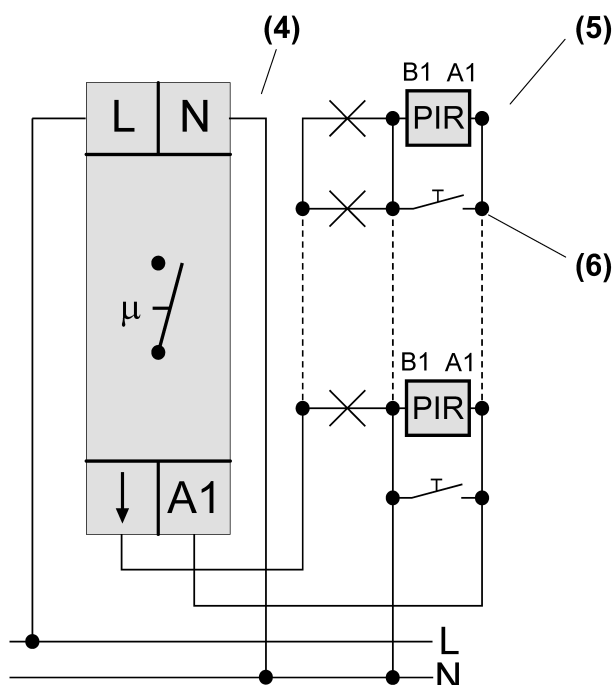
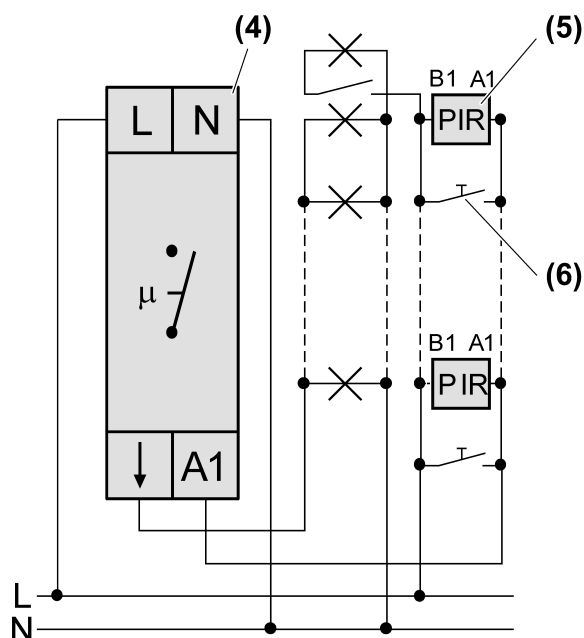
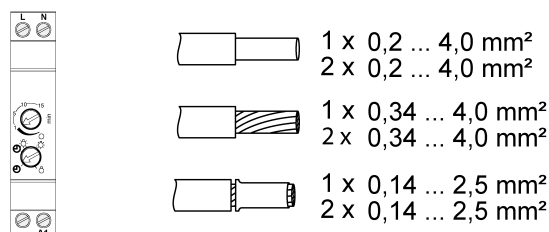
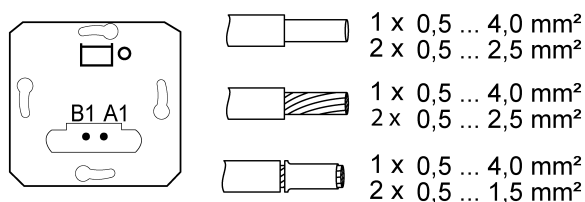

Figure 2: Schéma de raccordement circuit à 3 conducteurs
Figure 3: Schéma de raccordement circuit à 4 conducteurs
Figure 4: Section de conducteur serrable pour automate REG
Figure 5: Section de conducteur serrable pour mécanisme d'impulsions
L'automate REG peut être utilisé pour un circuit à 3 conducteurs (figure 2) ou un circuit à 4 conducteurs (figure 3). Le circuit à 4 conducteurs présente l'avantage de pouvoir connecter séparément une lampe supplémentaire.
- Respecter les sections de conducteurs serrables pour automate REG (Figure 4) et mécanisme d'impulsions (Figure 5).
- Monter l'automate REG (4) sur le profilé chapeau.
- Raccorder l'automate REG (4), le mécanisme d'impulsions (5) et le bouton-poussoir (6) selon le schéma de raccordement (figure 2) ou (figure 3).